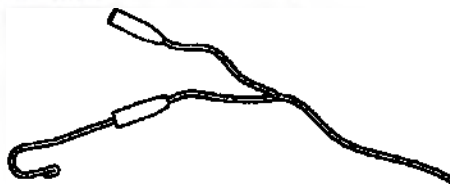

图 27
- 5.2.4 将根管锉插入弯机头并用夹持装置夹紧，如下图所示（见图 27）。